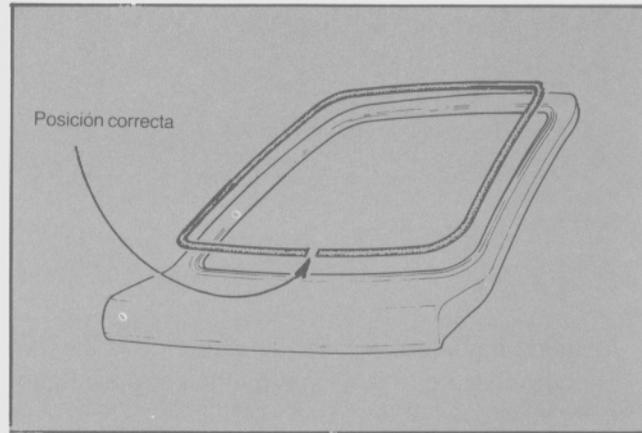

Fig. 40 - Colocación de la moldura interior de la carrocería.
- Colocar la moldura interior en el marco de la carrocería, asegurándose que quede perfectamente ubicada (Fig. 40).